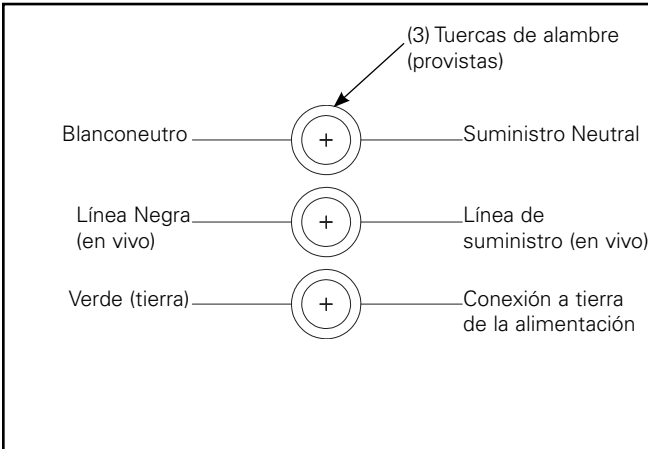

Figura 8. Diagrama de cableado
2. Haga las conexiones de cableado dentro de la cubierta. Remítase a los diagramas de cableado para ver la conexión de la alimentación. Conecte los cables de suministro a los cables apropiados de la luminaria con las tuercas de cable suministradas. (Figura 8.)